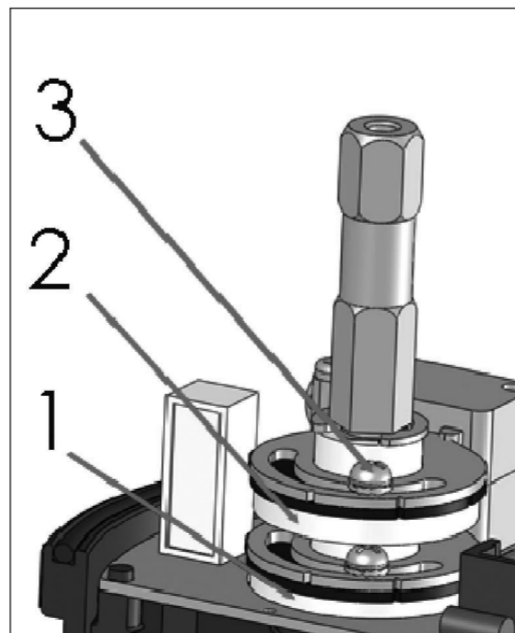

Fig. 6 Camme di fine corsa
4.6 Regolazione movimento dell'attuatore (fig.6)